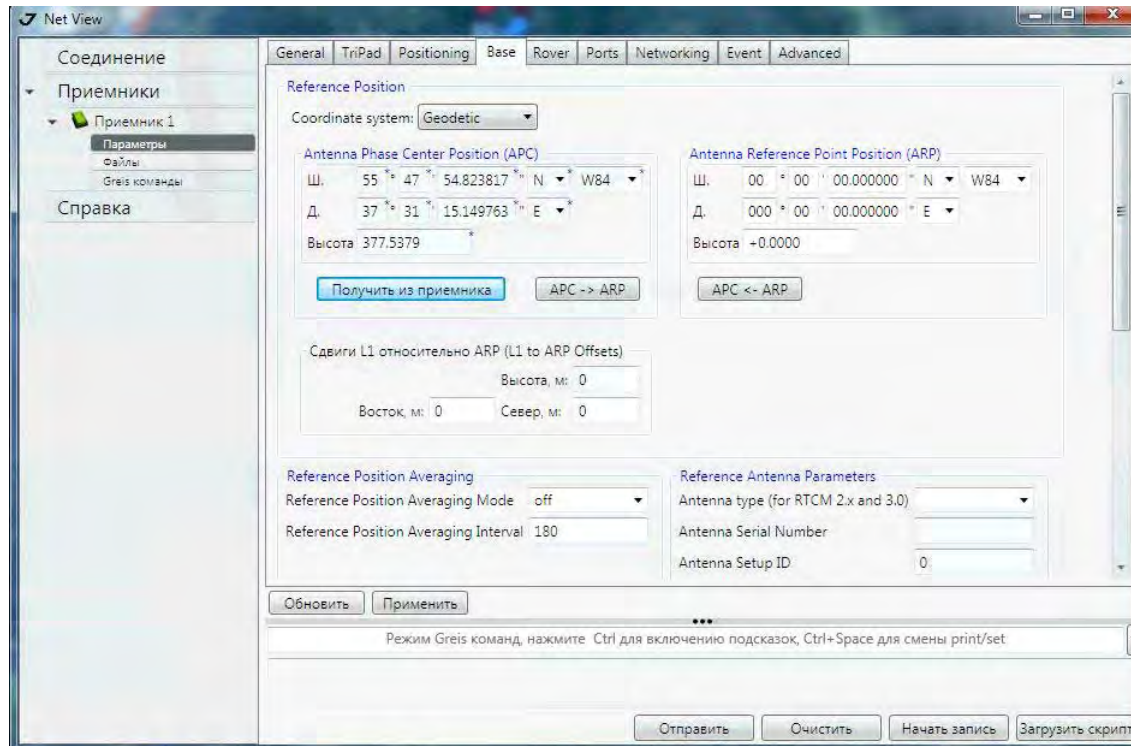

Рисунок 19. Закладка Base
6. Для базового приемника (базы) откройте закладку *Base* и настройте следующие параметры (Рис. 19 на стр. 30):